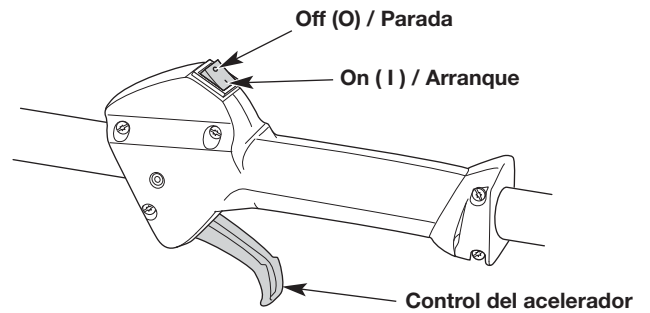
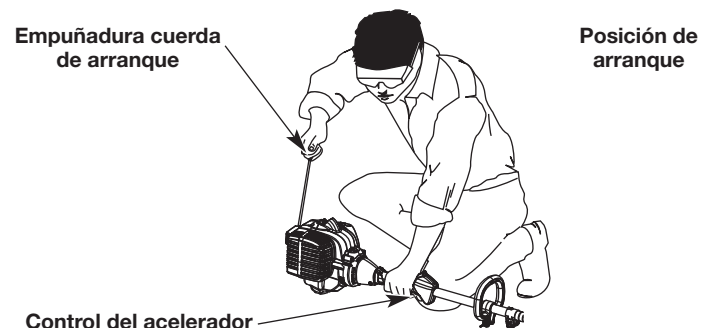

Fig. 8
Fig. 11
ADVERTENCIA: Se debe evitar arrancar accidentalmente la unidad. A fin de evitar que se produzcan lesiones graves, el operador y la unidad deben estar en una posición estable cuando se jala la cuerda de arranque (Fig. 11).
NOTA: No es necesario encender la unidad. El interruptor de encendido/apagado está en la posición ON (1) (encendido) en todo momento (Fig. 8).
5. Agacharse en la posición de arranque (Fig. 11).
6. Apriete el control del acelerador (Fig. 8) y tire de la cuerda de arranque con un movimiento controlado y firme **5 veces** (Fig. 11).
2. Oprima y mantenga apretado el interruptor de encendido/apagado en la posición OFF (O) (apagado) hasta que el motor se pare por completo (Fig. 8).
7. Apriete y mantenga oprimido el control del acelerador (Fig. 8). Ponga en marcha el accesorio de arranque eléctrico durante 2 segundos.